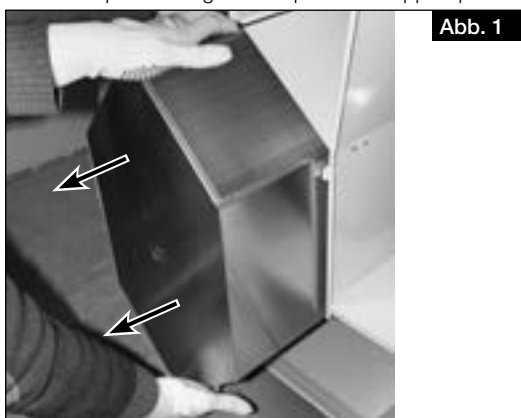

Abb. 1
3. Pour faciliter l'accès, retirer l'échangeur de chaleur de l'appareil. (fig. 1).